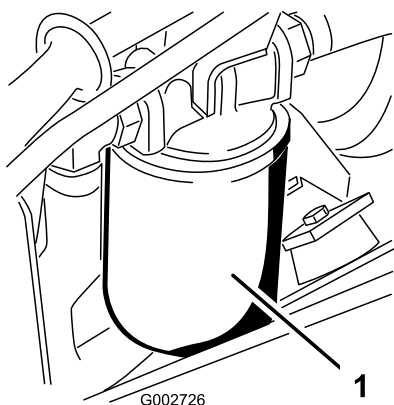

图 45
4. 在位于机器左侧的液压油过滤器下方放置一个放油盘 图 45。
7. 安装新液压滤芯通过用手旋转新液压滤芯 图 45 直至垫片接触滤头 然后再将滤芯旋转 3/4 圈。